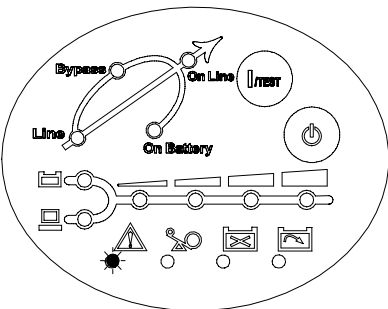

图 4-7 电池低电压
- **电池低电压**：该项功能提醒用户所剩下的电池容量，若电池电压低至某一电位时，UPS 将每隔 1.5 秒发出持续 0.5 秒的“哔哔”声，直到电池容量放尽。见图 4-7。